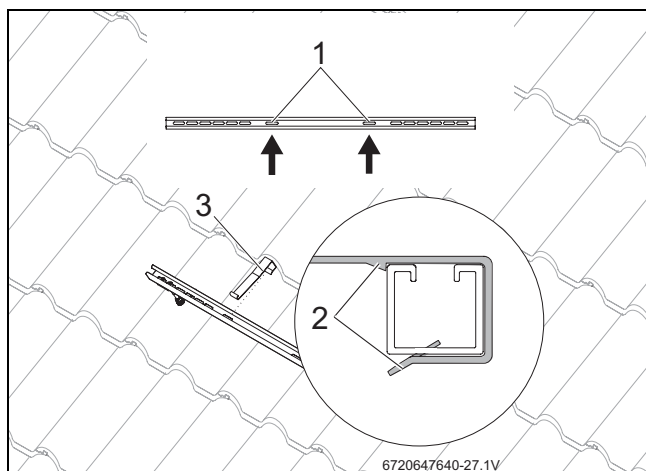

Fig. 35 Accrocher le dispositif de sécurité anti-glissement
- Glisser les dispositifs anti-glissement (→ fig. 35, [3]) dans les perforations longitudinales intérieures [1] par l'extérieur au-dessus du rail profilé jusqu'à ce qu'ils s'enclenchent [2].